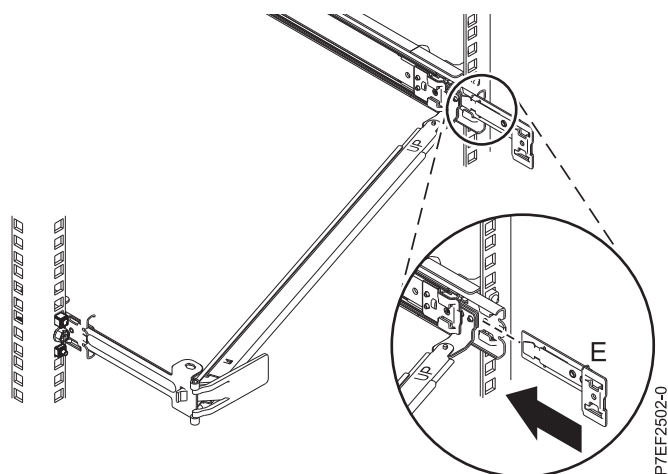

Figura 13. Instalación de la abrazadera de extensión en el riel deslizante
5. Deslice la abrazadera de extensión (E) en el riel deslizante derecho hasta que la patilla accionada por resorte quede encajada en su sitio. Para obtener detalles, consulte Figura 13.